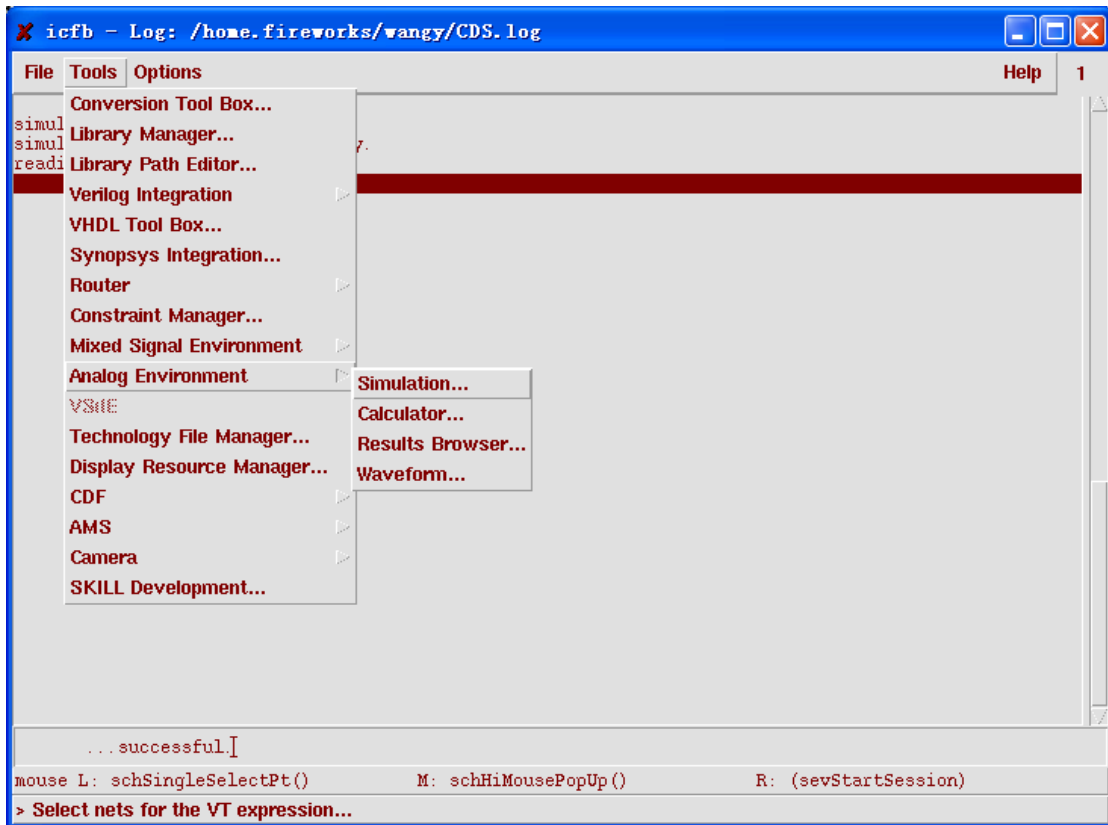

图 8.5 从“Tools” → “Analog Environment” → “Calculator” 开启“Calculator”
- 在 CIW 窗口中选择“Tools” → “Analog Environment” → “Calculator”，如图 8.5 所示，开启“Calculator”。